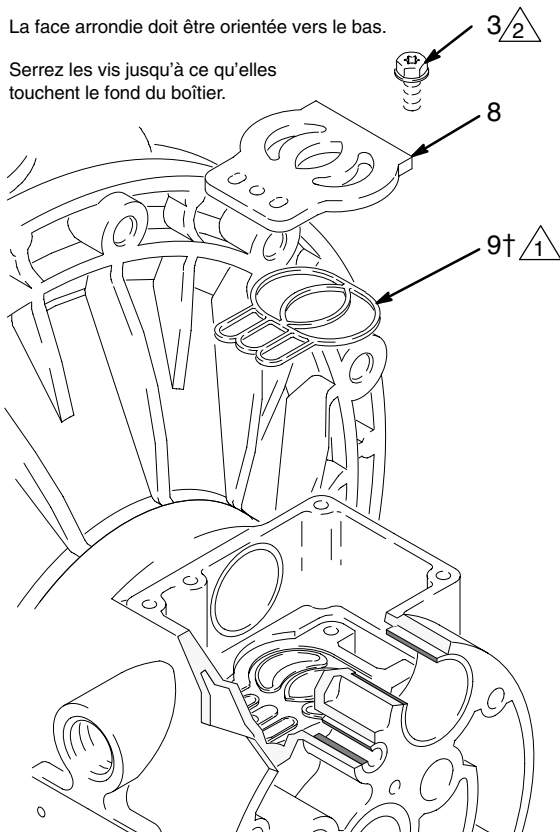

Fig. 10
5. Vérifiez la plaque de vanne (8) en place. Si elle est endommagée, utilisez un tournevis Torx (T20) ou une clé à douille de 7 mm pour retirer les trois vis (3). Retirez la plaque de vanne (8) et, sur les modèles avec un boîtier central en aluminium, le joint (9). Consultez la Fig. 10.
2. Dans le cas de modèles avec boîtier central en aluminium, installez le joint (9†) de la plaque de vanne dans la rainure située au fond de la cavité de la vanne. La partie arrondie du joint **doit** être orientée **vers le bas** dans la rainure. Consultez la Fig. 10.
3. Installez la plaque de vanne (8) dans la cavité. Dans le cas des modèles avec boîtier central en aluminium, le plateau est réversible, de sorte que les deux faces peuvent être orientées vers le haut. Installez les trois vis (3) en utilisant un tournevis Torx (T20) ou une clé à douille de 7 mm. Serrez jusqu'à ce que les vis touchent le fond du boîtier. Consultez la Fig. 10.